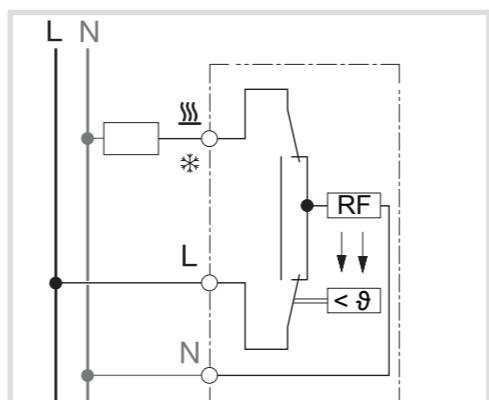

Figura 4: Collegamenti elettrici
- Collegare l'apparecchio secondo lo schema di collegamento (figura 4). Fare attenzione all'iscrizione sul morsetto.
- Montare il bilanciere di commutazione (2) come illustrato nella figura nella rispettiva apertura di attacco.
- Apporre il telaio (3) e fissarlo in posizione corretta mediante il pezzo centrale (4) con una vite di fissaggio (5).
- Applicare la manopola di regolazione (6).